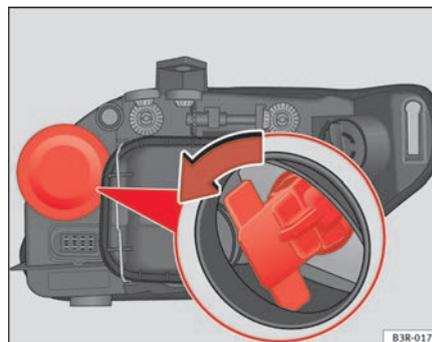

Fig. 215 Lámpara luz intermitente
- Extraiga el portalámparas asiéndolo por la empuñadura y girando en el sentido contrario de las agujas del reloj ⇒ fig. 215.